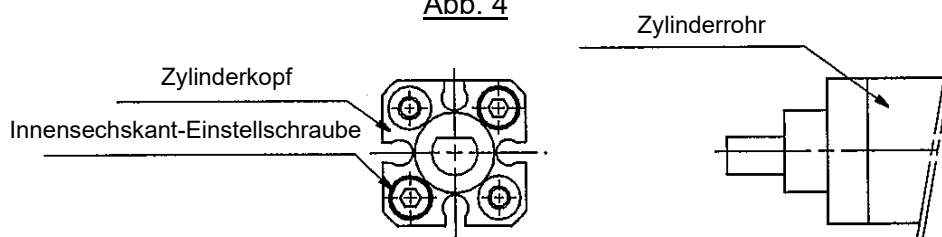

Abb. 5  $\varnothing 12$
#### [ Methode zur Änderung der Richtung der Kolbenstange mit Kolben- $\varnothing$ 12 ](Abb. 5)
- ① Wenn der Zylinder aufgrund einer Leckage oder einer Beschädigung des Stoßdämpfers nicht mehr funktioniert, ersetzen Sie den Dichtsatz und den Stoßdämpfer. Bestellnummern siehe ich in der Tabelle mit den Einzelteilen zwar nicht... aber im JP Dokument wird es genauso beschrieben...
- ②  $\phi$ Ersetzen des  $\phi 12$ -Dichtsatzes: Entfernen Sie die beiden Zylinderkopf Befestigungsschrauben, wie in Abbildung 5 gezeigt. Ziehen Sie die Kolbenstangenbaugruppe und die Zylinderkopfbaugruppe aus dem Zylinderrohr. Nachdem Sie die Dichtungen ausgetauscht haben, setzen Sie die Kolbenstangenbaugruppe und die Zylinderkopfbaugruppe in das Zylinderrohr ein. Tragen Sie Schraubkleber auf die Zylinderkopf Befestigungsschrauben auf und setzen Sie diese wieder in die Zylinderbaugruppe ein.